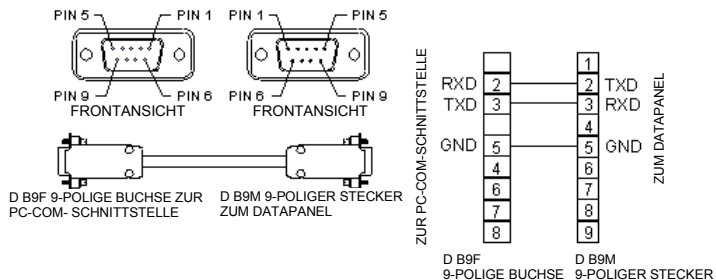

Abbildung 2-4: Datapanel-PC- (Programmier-) -Kabel
- Das Programmierkabel wird zur Übertragung von Datenbanken und Protokollen von der Konfigurationssoftware zum Datapanel benutzt (siehe Abbildung 2-4). Dieses Kabel ermöglicht den Anschluß an einen Standard-PC und liegt der Konfigurationssoftware bei. Sehen Sie bei nicht standardmäßigen PC im PC-Handbuch nach und überprüfen Sie die Pinbelegung am PC-seitigen Ende des Kabels.